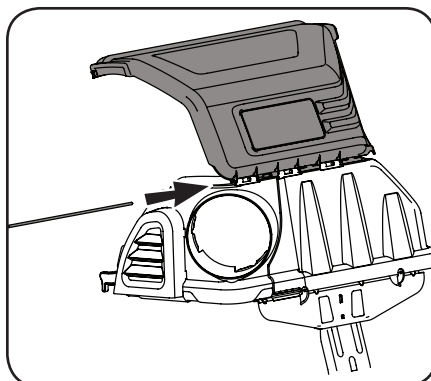

Figure 4-8
4. Faites aligner les encoches du couvercle supérieur du bac récupérateur avec les encoches à l'avant du support de la goulotte supérieure. Insérez la tige de charnière dans les fentes du côté droit du support de la goulotte supérieure. Voir Figure 4-8. Poussez la tige de charnière (711-06701) jusqu'au bout.